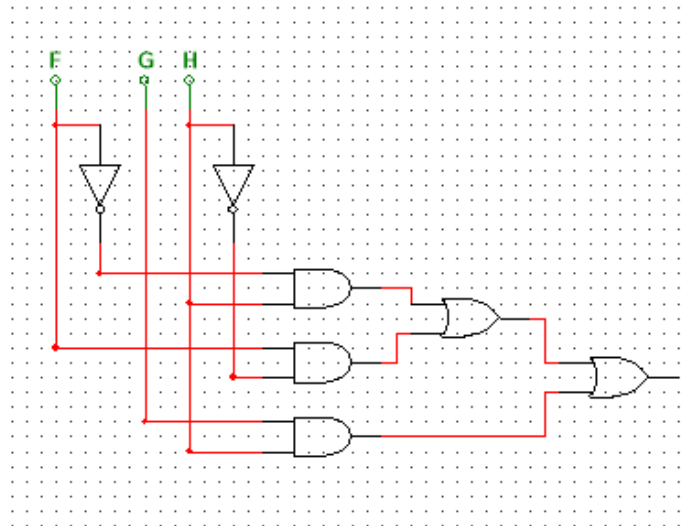
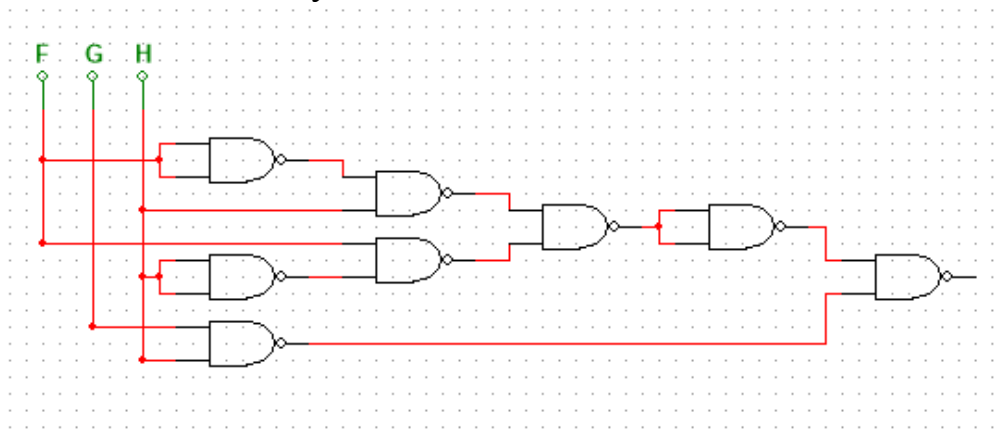

Рисунок 2.5. Синтезована схема
Рисунок 2.6. Синтезована схема в базисі І-НІ
6. Синтезуйте схему на логічних елементах натисненням 5-ї згори кнопки на передній панелі логічного перетворювача (рис. 2.5). Якщо натиснути 6-у згори кнопку, то буде синтезована схема у базисі І-НІ (рис. 2.6).